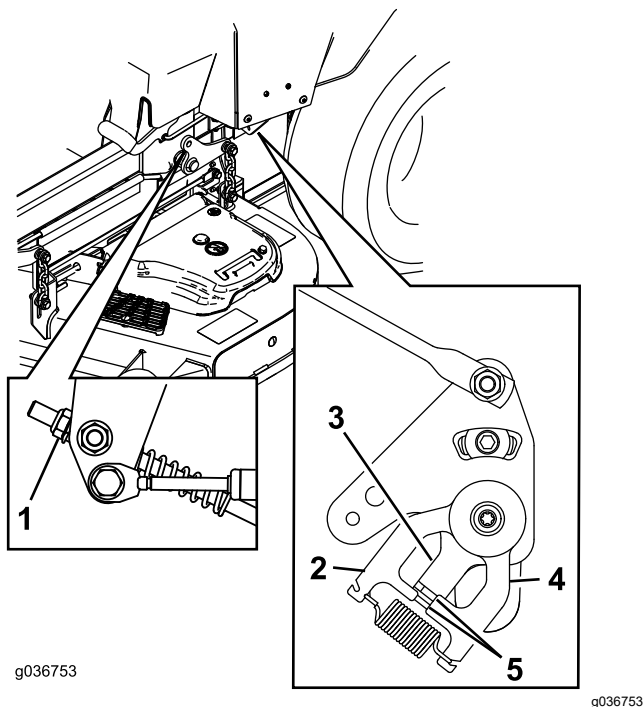

Figura 76
11. Ajuste la longitud de las varillas de control de las bombas girando la tuerca en el sentido apropiado, hasta que las ruedas se muevan ligeramente en marcha atrás (Figura 75 y Figura 76).